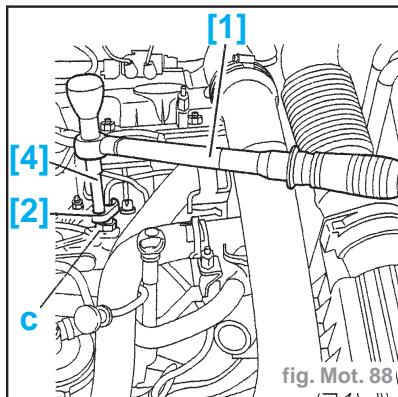

fig. Mot. 88
- Appliquer un contre-couple en (c) (fig. Mot. 88).